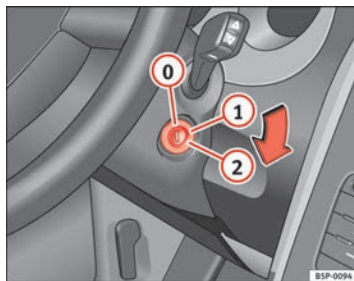

Abb. 118 Stellungen des Zündschlüssels
In dieser Stellung ⇒ Abb. 118 sind die Zündung und der Motor ausgeschaltet und die Lenkung kann gesperrt werden.
- Drehen Sie den Zündschlüssel in Stellung ⇒ Seite 164, Abb. 118 . Beim Vorglühen des Motors leuchtet die Kontrollleuchte  auf.
- Drehen Sie den Zündschlüssel in Stellung ⇒ Seite 164, Abb. 118 .